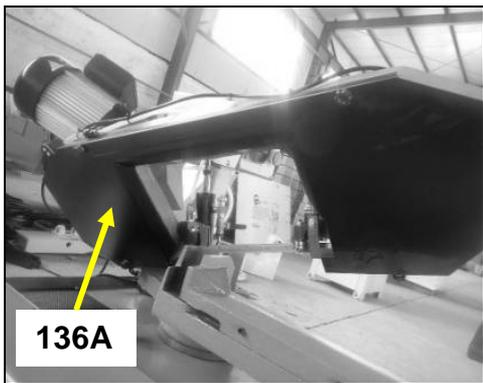
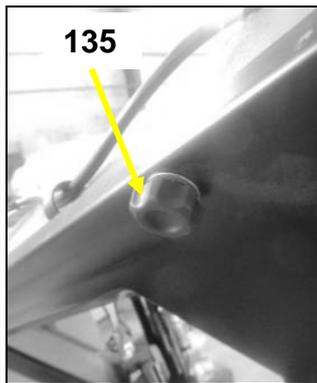

Fig 26
Fig 27
- Démontez le protecteur de lame (**136A**) (Fig 26) en ôtant les 4 molettes M6x10 (**135**) (Fig 27).
- Remontez le protecteur de lame (**136A**), positionnez la languette (**153-1**) dans le contacteur (**153**) (Fig 31), et fixez le protecteur avec les 4 molettes M6x10 (Fig 27).